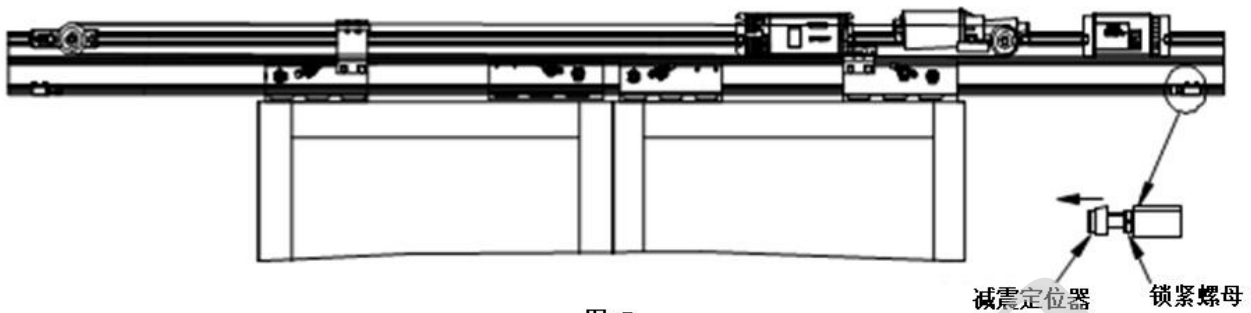

图 7
- G、可调节左右两个限位挡块上带胶垫的螺栓(减震定位器),确定滑动门扇闭合与开启的精确位置,最后将锁紧螺母紧固(见图7)。